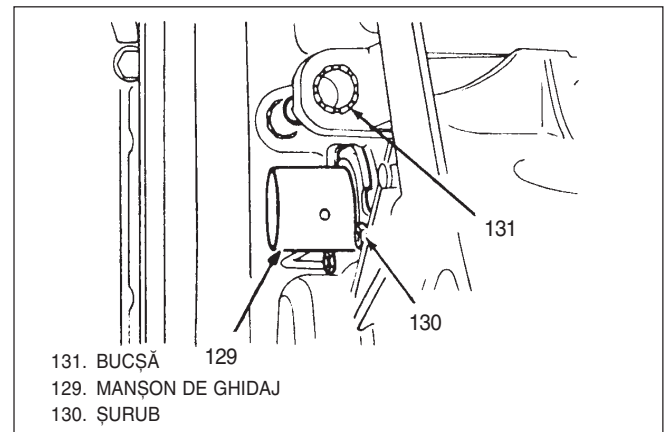

Fig. 59 Șuruburi mașon ghidaj rulment
Demontare sau deconectare (Fig 59, 61, 62, 63 și 65)
7) Ghidaj rulment de debreiere, Fig 59.